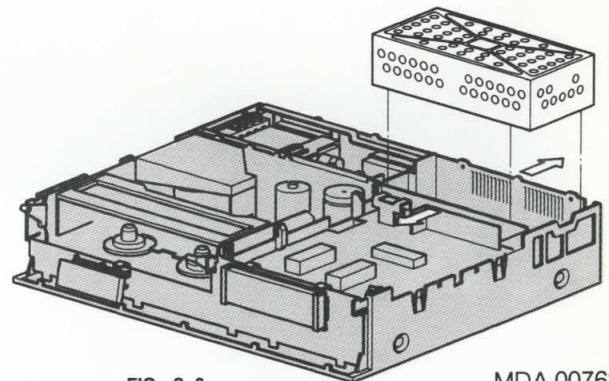

FIG. 2-3
- Druk de kastdelen voor en achter de voeding iets naar buiten. Hierna is de gehele voeding P018 uit de kast te verwijderen (zie fig. 2-3).